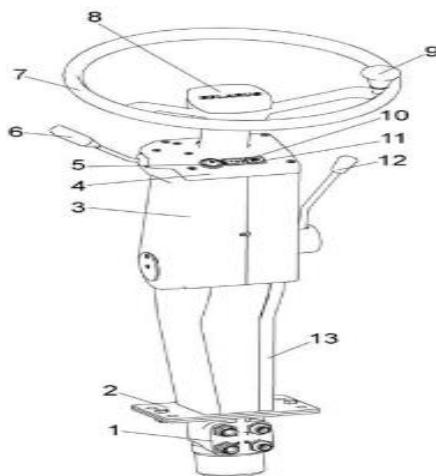

Рис. 5.16. Рулевая колонка:
*Рулевая колонка* (рис. 5.16) установлена на полу кабины. Поворот управляемых колес молотилки осуществляется вращением рулевого колеса 7, регулируемого по высоте и углу наклона.